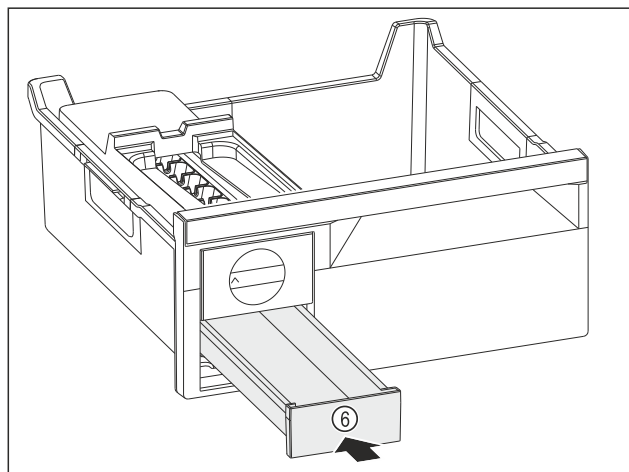

Fig. 92
- ▶ Zasuňte zásuvku na kocky ľadu Fig. 92 (6).